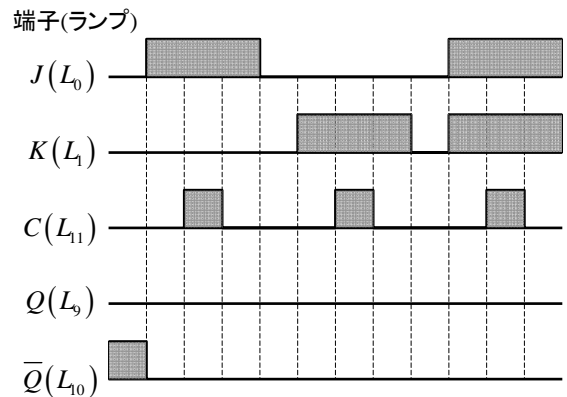

図 6 JK フリップフロップのタイムチャート
- a) 図 6 のタイムチャートに従い、フリップフロップの入力端子に対応する 3 個の入力スイッチ S_0 , S_1 及び P_1 をオンオフにして、フリップフロップの出力端子に対応する
2 個のランプ L_9 及び L_{10} の状態を図 6 に記録する. クロック端子 C に○印が付いていることに注意すること.
- ・図 6 のタイムチャートから, JK フリップフロップの出力 Q は